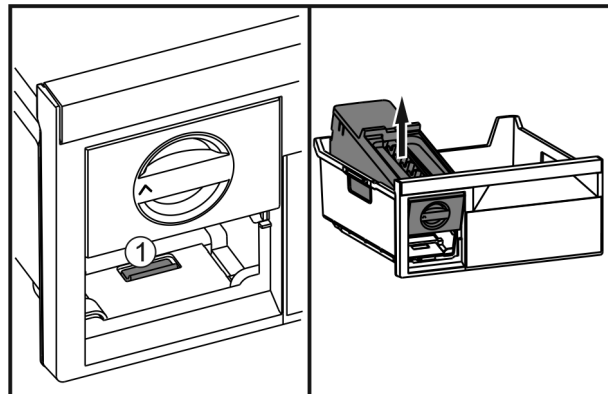

Fig. 38
- ▶ Натиснете езичето Fig. 38 (1), повдигнете EasyTwist-Ice отзад и извадете от чекмеджето на фризера.